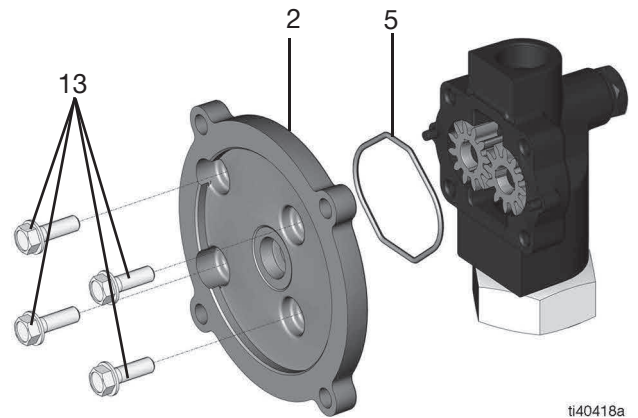

図 9
7. 1/2 インチのソケットレンチを使用して、アダプタープレート (2) の4つのネジ (13) を外します (図 9 を参照)。
8. アダプタープレート (2) を外します (図 9 を参照)。
9. Oリング (5) を外します (図 9 を参照)。
4. アダプタープレート (2) を介して4つのネジ (13) を押し、1/2 インチのソケットレンチを固定するために使用します (トルグ 30 ft- ポンド、40.7 N•m) (図 9 を参照)。